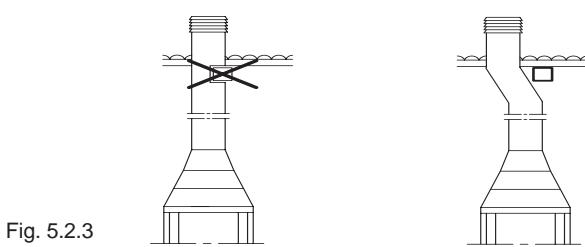

Fig. 5.2.3
• La **CHIMENEA** debe ser del tipo **ANTIVIENTO** con sección interna equivalente a la del cañón de humo y sección de paso del humo a la salida al menos **DOBLE** respecto a la interior del cañón de humo (Fig.5.2.3).